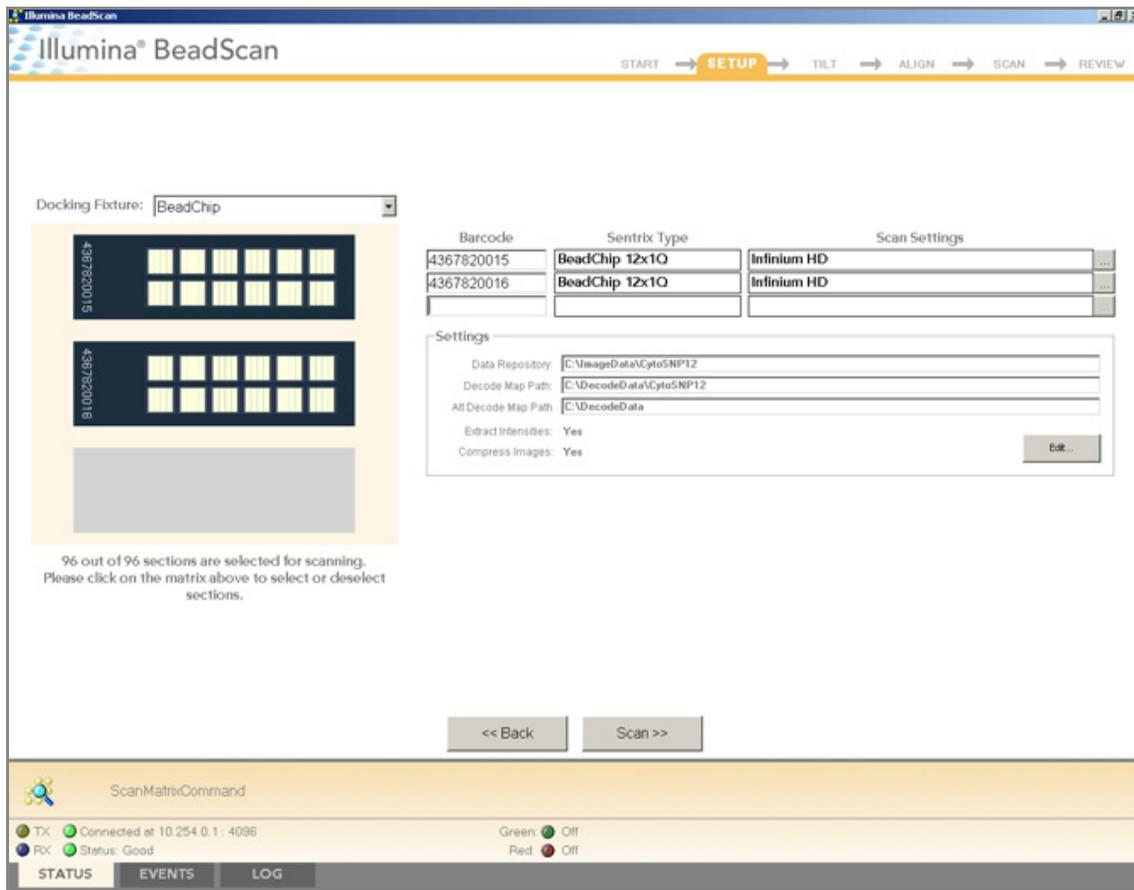

Рис. 90 Сканирование числовых штрихкодов
- b. Используя ручной сканер штрихкодов, отсканируйте штрихкод чипа BeadChip (Рис. 90). Штрихкод отобразится на экране в позиции, соответствующей расположению чипа BeadChip в поддоне.